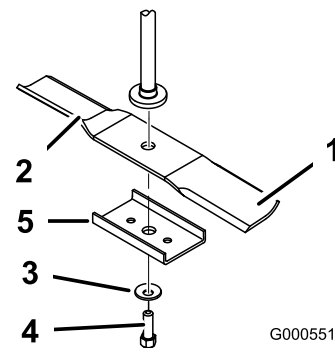

Bild 39
Halten Sie das Ende des Messers mit einem stark wattierten Handschuh oder wickeln Sie einen Lappen um es herum. Entfernen Sie die Messerschraube, Wellenscheibe, Messerverstärkung und das Messer von der Spindelwelle (Bild 39).
1. Setzen Sie das Messer auf die Spindelwelle (Bild 39).
2. Montieren Sie die Messerverstärkung, die Wellenscheibe (Schalenseite zum Messer) und die Messerschraube (Bild 39).